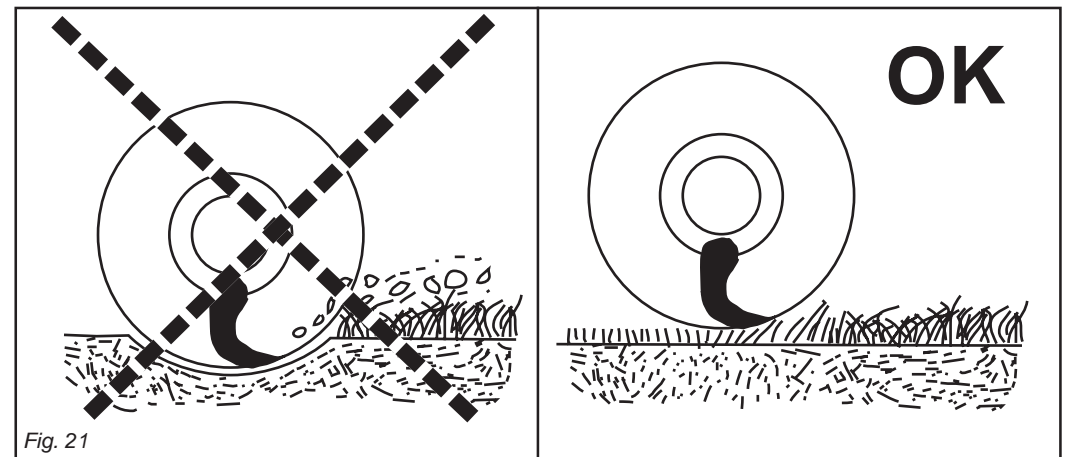

Fig. 21
- Se necessario regolare con il sollevatore l'altezza di lavoro, evitando che gli organi di taglio (coltelli o mazza) vadano a contatto con il terreno (Fig. 21).
- *Adjust the work height with the power lift controls if necessary. Remember that the cutting tools (knives or hammers) must not touch the ground (Fig. 21).*
- Si nécessaire régler la hauteur de travail avec le relevage, en évitant de mettre les organes de coupe (couteaux ou marteaux) en contact avec le sol (Fig. 21);
- Gegebenenfalls mit dem Kraftheber die Arbeitshöhe regeln und dabei vermeiden, daß die Schneidorgane (Messer oder Schlegel) den Boden berühren (Abb. 21).
- Si es necesario regular con el elevador la altura de trabajo, evitando que los componentes de corte (cuchillas o martillo) toquen el terreno (Fig. 21).